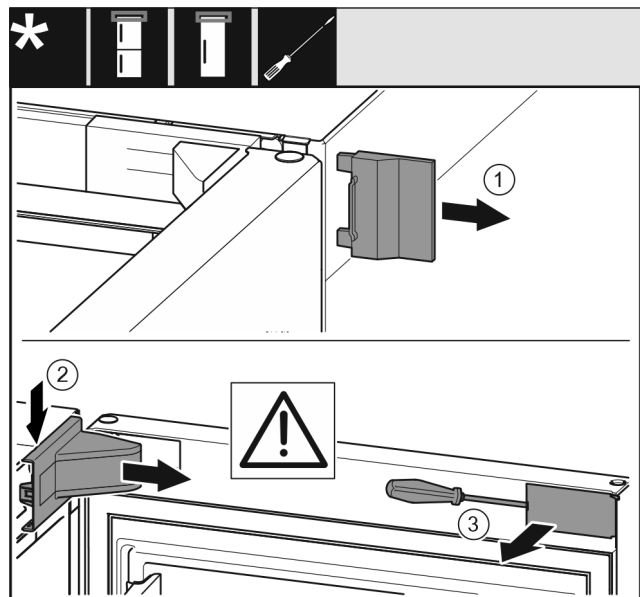

Fig. 8
- ▶ Fjern det ytre dekselet. Fig. 8 (1)
- ▶ Friggjør og løsne lagerbukkdekselet. Ta av lagerbukkdekselet. Fig. 8 (2)
- ▶ Klikk ut panelet og sving det til side med en skrutrekker. Fig. 8 (3)